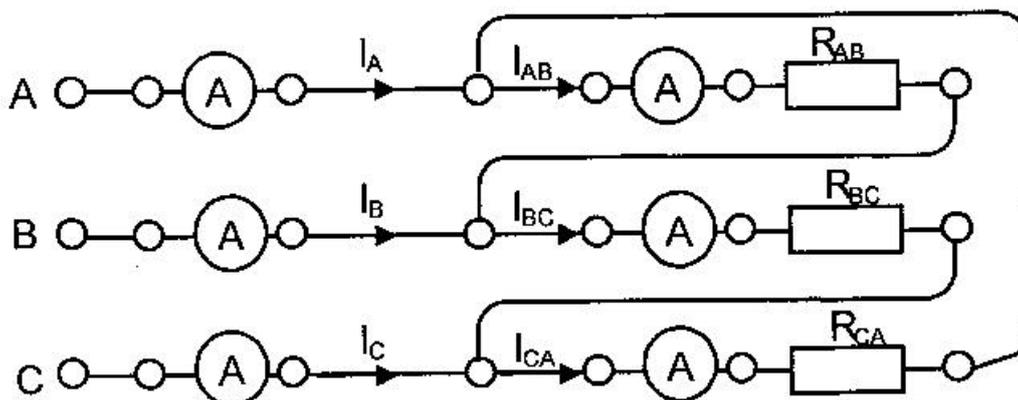

Рисунок 7.1.
1. Соберите цепь с симметричной активной нагрузкой ($R_{AB} = R_{BC} = R_{CA} = 1 \text{ кОм}$) согласно принципиальной схеме (рис. 7.1) и монтажной схеме (рис. 7.2).